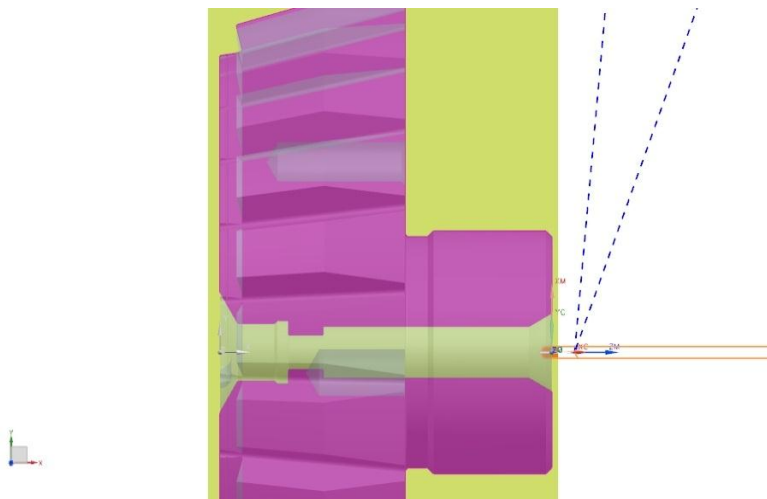

Рисунок 23 Генерирование отображения инструмента
9. Нажмите «Генерировать»  (рисунок 23).